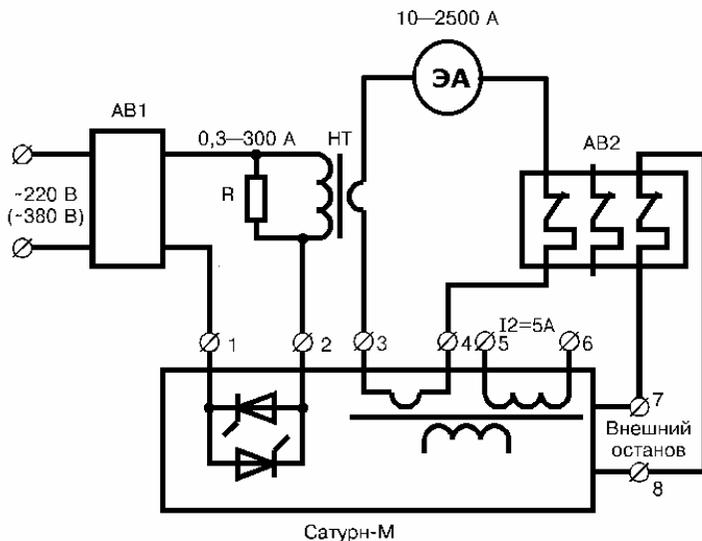

Рис.1 Схема соединения приборов при контроле измерения силы тока
- для опробования в режиме измерения силы тока собрать схему рис.1, отличающуюся от схемы проверки автоматических выключателей с нагрузочным трансформатором и останом секундомера от резервных контактов АВ2 при использовании встроенного трансформаторов тока (рис.8 основного текста) включением в измерительную цепь устройства «Сатурн-М» эталонного амперметра ЭА;
Соберите схему согласно рис.1, выполните подготовительные операции согласно требованиям п.6.2.1.